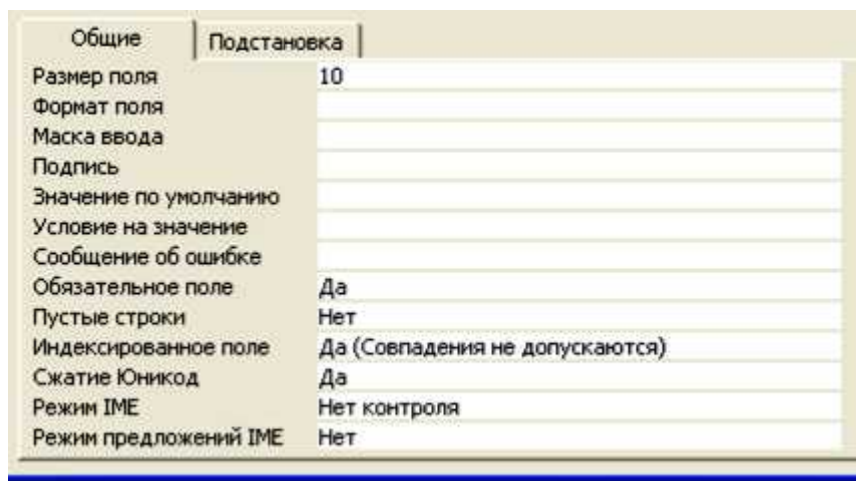

Рис. 4.3. Установка свойств поля для первичного ключа
- 1) установите свойства поля «наименование» такими, как они показаны на рис. 4.3.